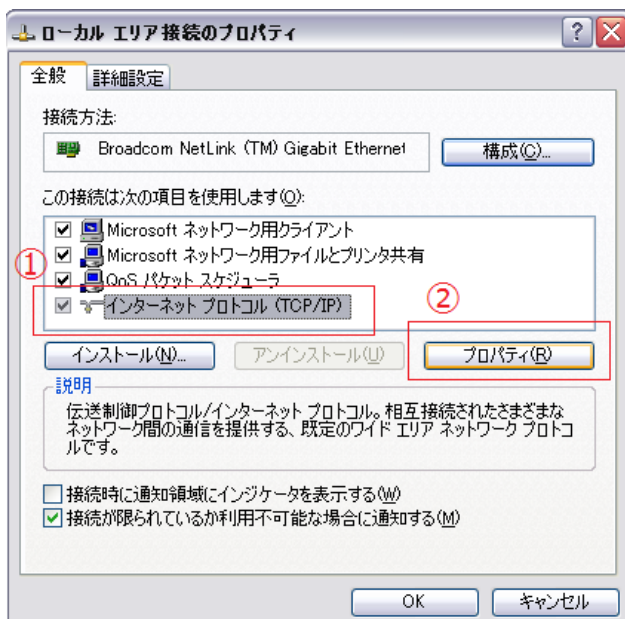
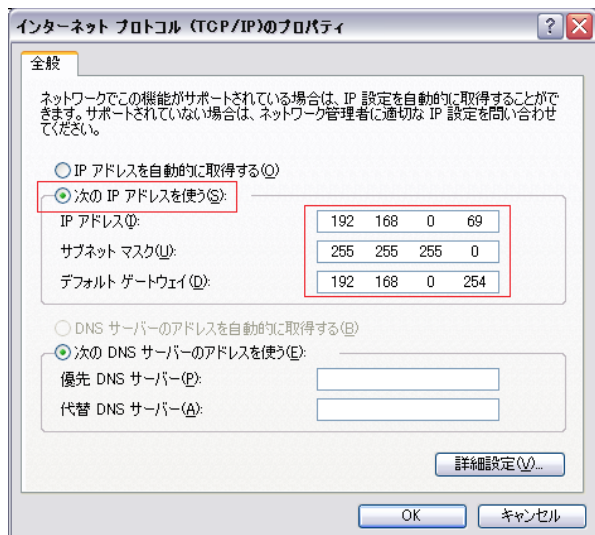

図 2-6
図 2-7
ローカルエリア接続を右クリックしてプロパティを開き、プロパティ全般タブの“インターネット プロトコル(TCP/IP)”を選択(図 2-6①)し、プロパティ(図 2-6②)を開きます。
“インターネット プロトコル(TCP/IP)”のプロパティに表 4 の値を設定(図 2-7)して OK を押して、ローカルエリア接続のプロパティ(図 2-6)も閉じます。